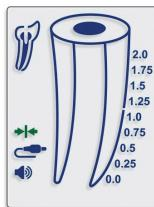

Fig. 3
- 5.3.2. Deberá aparecer el icono “Connection”  en la pantalla, confirmando así la correcta conexión (Fig. 3).